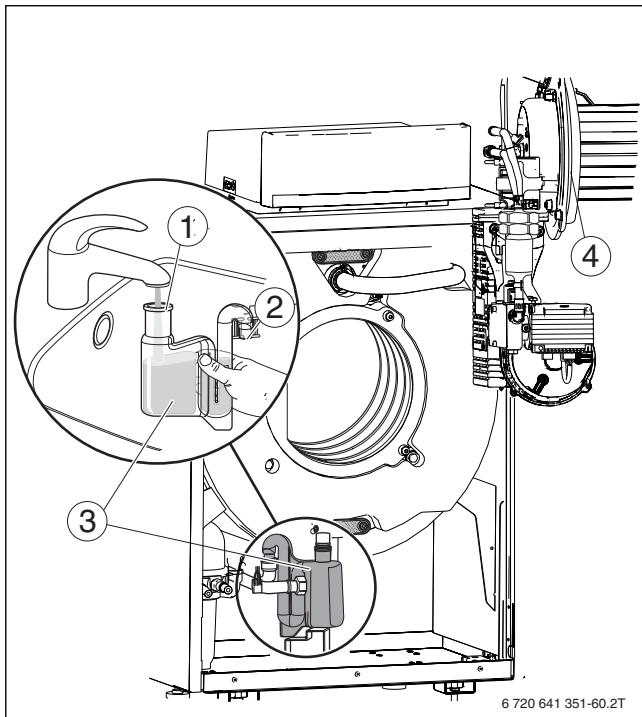

Bild 91 Siphon reinigen
- Vor Brennermontage den richtigen Sitz des O-Rings (→ Bild 91, [4], Seite 51) überprüfen und gegebenenfalls korrigieren.